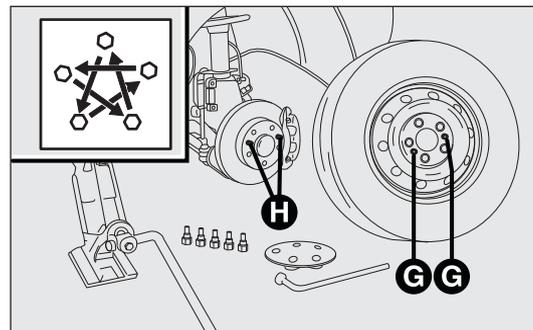

Abb. 172
- das Ersatzrad einbauen und dabei darauf achten, dass die fünf Öffnungen G-Abb. 172 mit den entsprechenden Stiften H übereinstimmen. Beim Einbauen des Ersatzrades kontrollieren, dass die Auflageoberflächen des Rades sauber und ohne Unreinheiten sind, was ein Lockern der Radbolzen verursachen könnte;
- die Radbolzen bis zum Anschlag festziehen, dabei abwechselnd von einer Radschraube zur gegenüber liegenden wechseln, siehe Schema in Abb. 172.